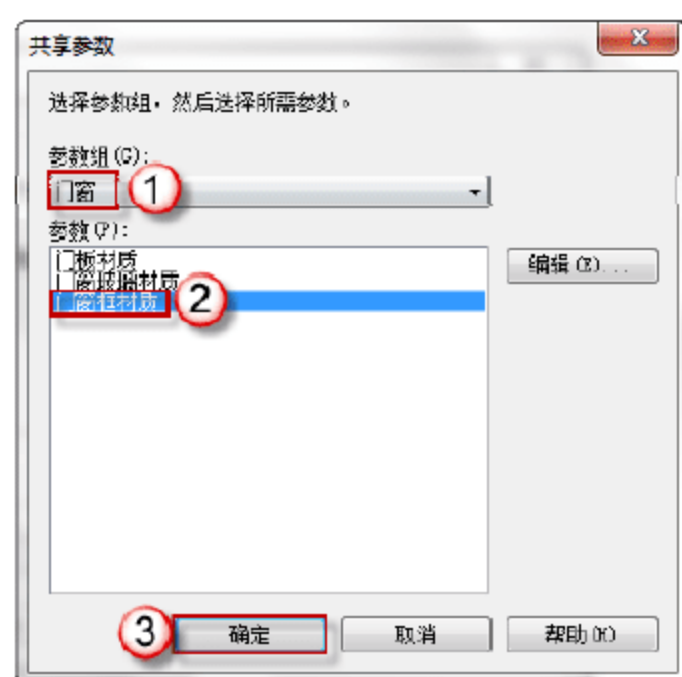

图 7.1.54 添加窗框材质
(7) 添加 C2017 窗框材质。在窗框的“属性”面板中,单击“材质和装饰”栏“材质”右侧的空白按钮,弹出“关联族参数”对话框,单击“添加参数(D)”按钮,弹出“参数属性”对话框。选中“共享参数”单选按钮,单击“确定”按钮,弹出“共享参数”对话框,在“参数组(G)”中选择“门窗”选项,在“参数(P)”中选择“门窗框材质”选项,单击“确定”按钮,如图 7.1.54 所示。